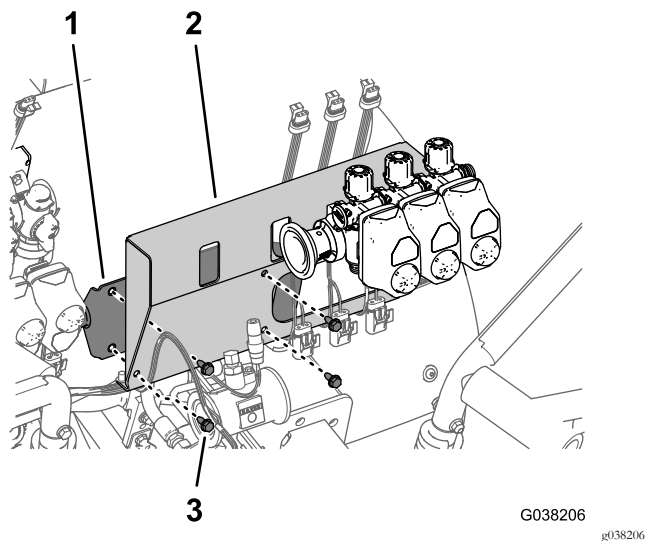

Рисунок 49
- Совместите 4 отверстия в кронштейне клапана секции с 4 отверстиями в креплении (Рисунок 49).
- Установите кронштейн клапана секции на крепление кронштейна (Рисунок 49) при помощи 4 болтов с фланцевыми головками (5/16 x 3/4 дюйма), снятых при выполнении пункта 1 раздела Демонтаж клапанов секций стрел, шлангов подачи и крепления клапана секции (страница 13).